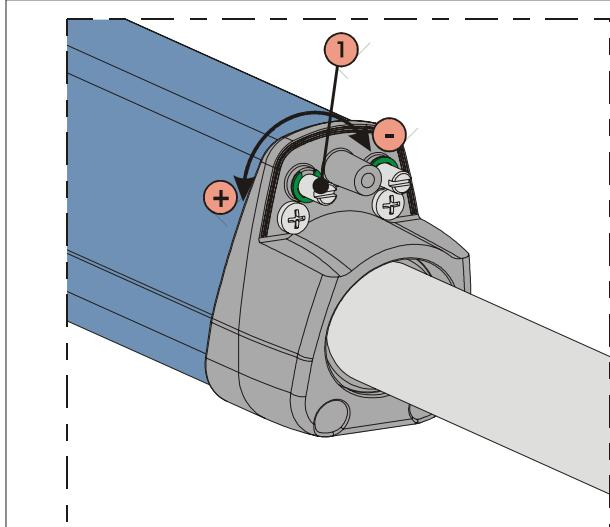

Fig. 21
- 3) Pour régler le fin de course d'**ouverture FCA** agir sur la vis de réglage, Fig.21 réf.1, en la tournant en sens inverse horaire pour augmenter la course de la tige et, vice versa, en sens horaire pour la réduire.